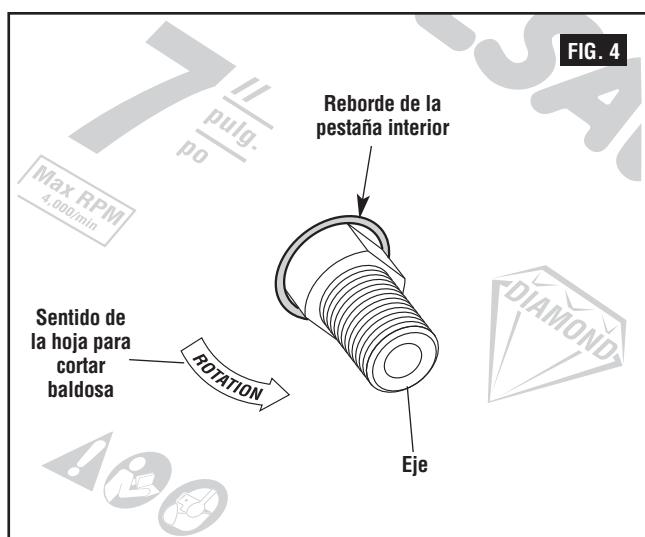

FIG. 4
3. Asegúrese de que la flecha direccional marcada en la nueva hoja de sierra para cortar baldosa esté señalando en sentido contrario al de las agujas del reloj con el eje (Fig. 4).